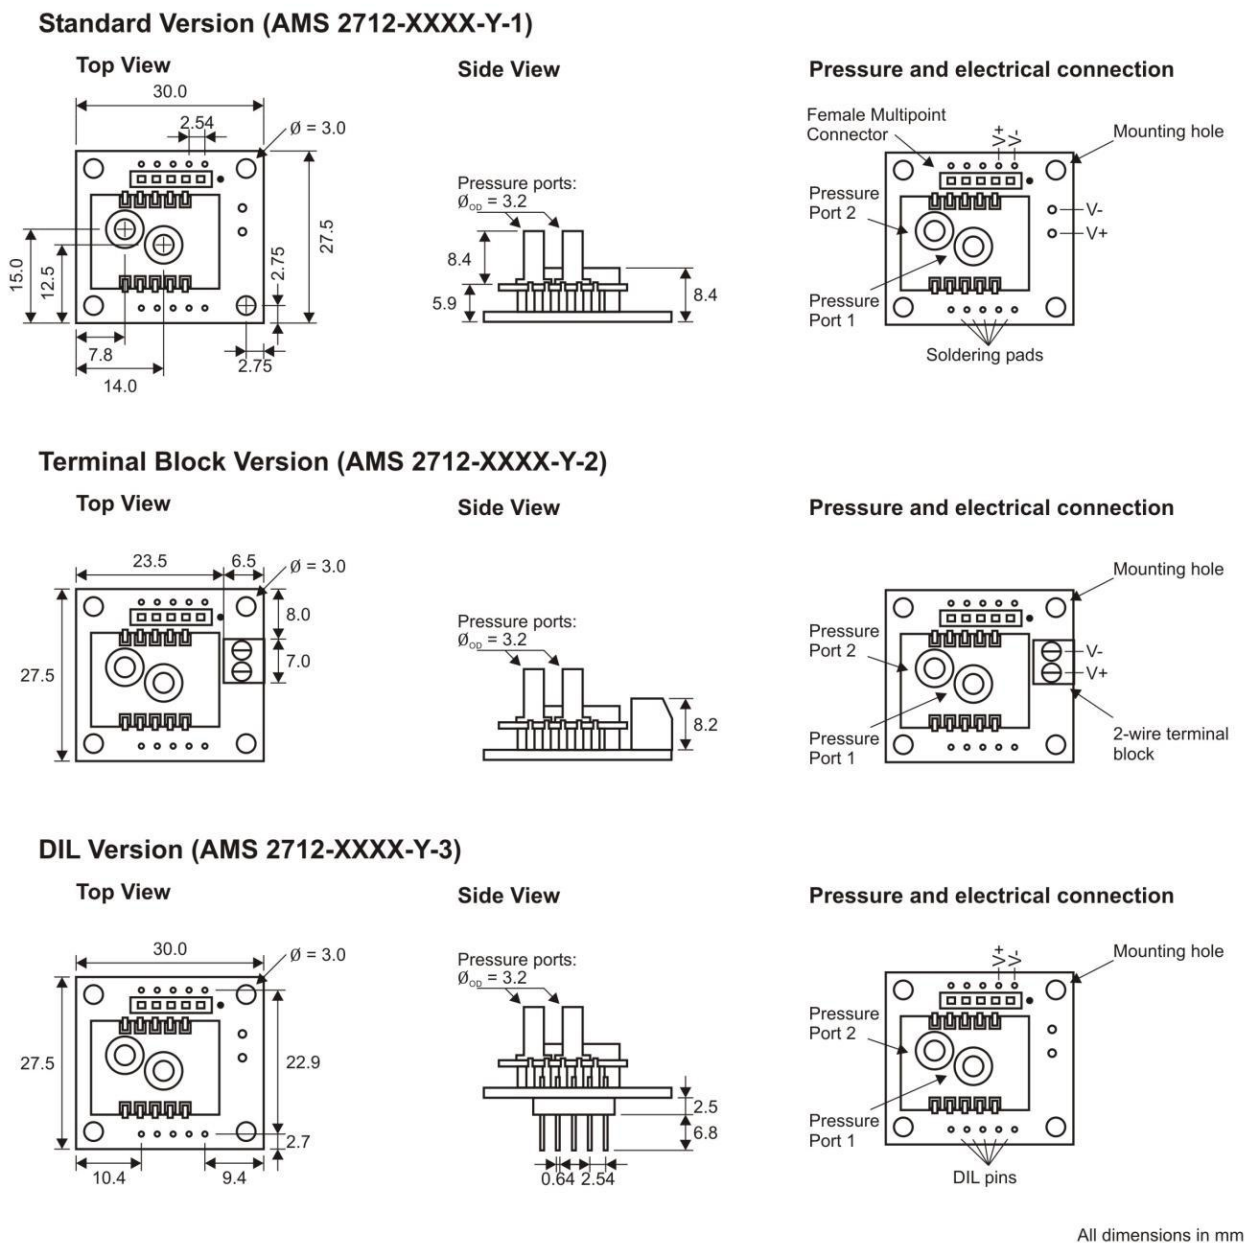

图 3: AMS 2712 的各种连接方式
- 8) 压力连接端口1处的介质兼容性：（端口1处的描述见图3）对陶瓷材料和硅材料、派热克斯玻璃（Pyrex）、室温硫化硅橡胶（RTV-Silicone）、聚酰胺尼龙（Zytel-PA66）等无腐蚀性气体或液体。
- 9) 压力连接端口2处的介质兼容性：（端口2处的描述见图3）干净的、干燥的气体，对陶瓷材料和硅材料、室温硫化硅橡胶（RTV-Silicone）、聚酰胺尼龙（Zytel-PA66）、金和锡等无腐蚀性气体（碱性或酸性液体将会导致变送器的损坏）。
1 差分压力  $p$  是指施加在差分压力变送器模块或者双向差分压力变送器模块的端口 1 和端口 2 之间的压力差。对于相对压力压力类型，它是端口 1 和环境压力之间的压力差，对于绝对压力和大气压力类型，它就是端口 2 处的压力值（端口的定义见图 3）。
可以通过以下几种方式建立电气连接：在标准版本 (AMS 2712-XXXX-Y-1 型号，其中 XXXX 必须用四位数的压力范围代替，Y 是压力类型的符号代替，见“订购代码”) 中，可以将导线焊接到相应的 PCB 焊点上 (见图 3) 或排针型连接。在接线柱型号 (AMS 2712-XXXX-Y-2 型) 中，接线柱允许在没有焊接的情况下安装二线电缆。DIL 直插型号 (型号 AMS2712-XXXX-Y-3) 可以使用 DIL 引脚插入排针座或焊接到 PCB 板上。
压力连接是通过金属管连接端口。根据变送器的压力测量类型，变送器有一个或者二个压力连接端口。对于压力连接端口 1 和 2 (见图 3) 的压力连接时要满足以下条件 (此时  $p_1$  是加在压力连接端口 1 上， $p_2$  是加在压力连接端口 2 上)：